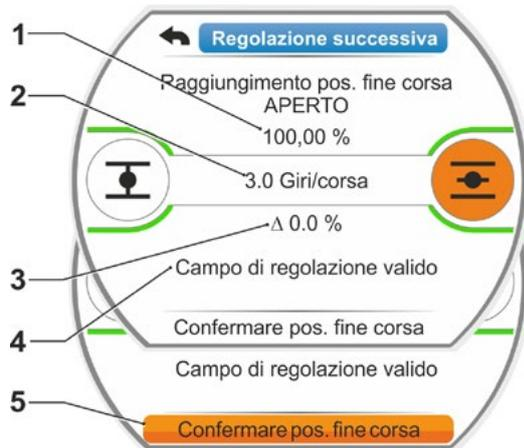

Fig. 3: Raggiungimento e salvataggio della nuova posizione di fine corsa
- la posizione attuale in valore percentuale all'interno della corsa di manovra (fig. 3, pos. 1);
- corsa di manovra in giri/corsa senza tenere in considerazione un riduttore supplementare (fig. 3, pos. 2);
- scostamento in % rispetto alla posizione di fine corsa attualmente valida (pos. 3);
- il messaggio che segnala se il campo di regolazione è valido (pos. 4); all'interno del campo di regolazione valido è possibile rilevare la posizione di fine corsa (5).
7. Selezionare "Confermare la posizione di fine corsa" (fig. 3, pos. 5) e confermare. Un messaggio conferma l'esecuzione della regolazione successiva (fig. 4).